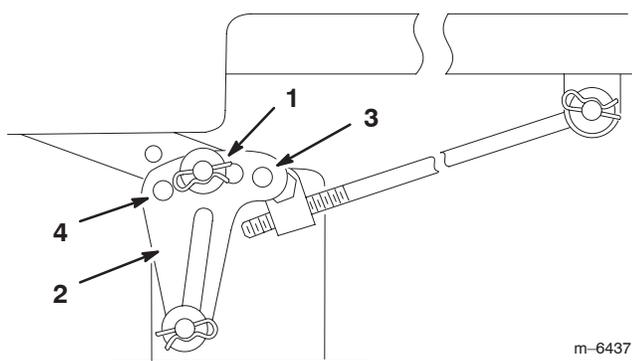

Figure 38
- Enlevez la goupille fendue et la rondelle de la patte de mise à niveau (Fig. 38).
- Pour mettre les lames de niveau, fixez les pattes de mise à niveau dans un autre trou à l'aide de la rondelle et de la goupille fendue (Fig. 38). Utilisez un trou plus en avant pour réduire la hauteur de la lame, ou un trou plus en arrière pour l'augmenter. Réglez les deux côtés selon les besoins.